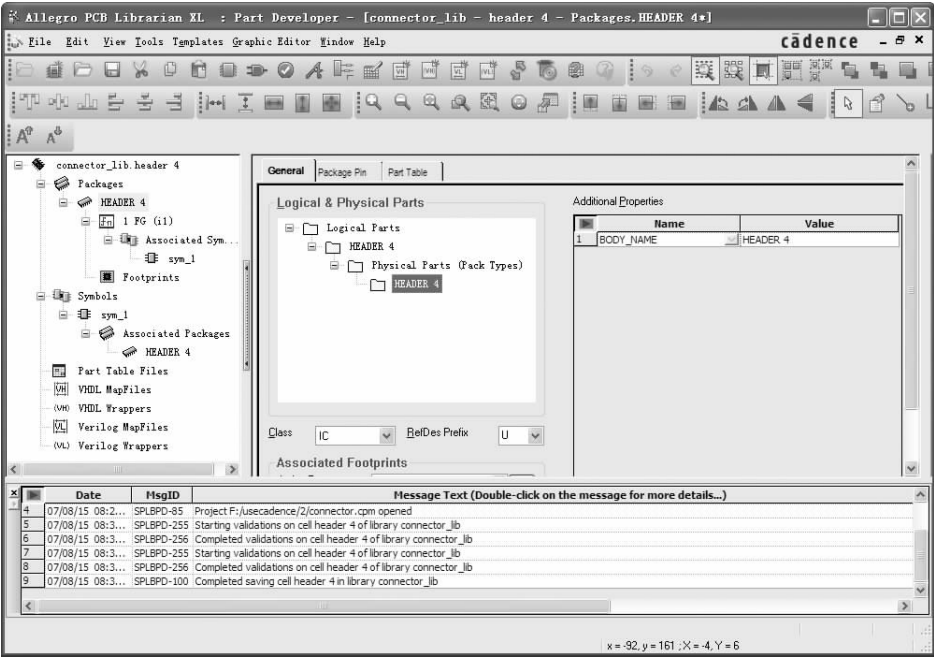

图 2-119 生成元件
17. 右键单击“sym_1”，弹出如图 2-118 所示的快捷菜单，选择“Generate Package”命令，显示如图 2-119 所示窗口。